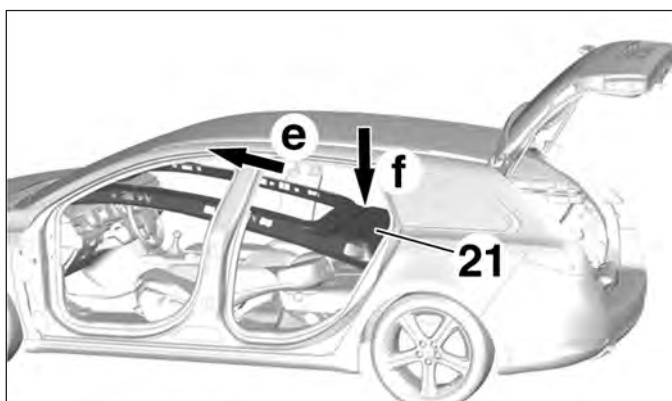

FIG.84
- la garniture de pavillon vers la planche de bord suivant la flèche (e) (Fig.84),